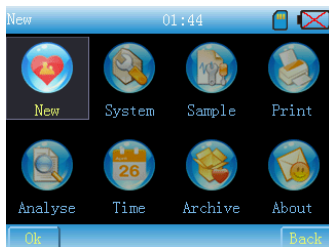

Fig. 7-5
3.  Premere questa icona o utilizzare il tasto [Menu] per accedere al menu principale, come mostrato in Fig.7-5.